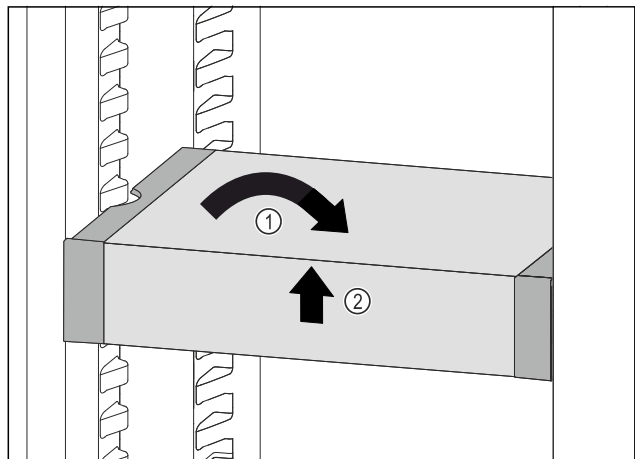

Fig. 94
- ▶ VarioSafe gerade stellen. Fig. 94 (1)
- ▶ VarioSafe vorne anheben. Fig. 94 (2)